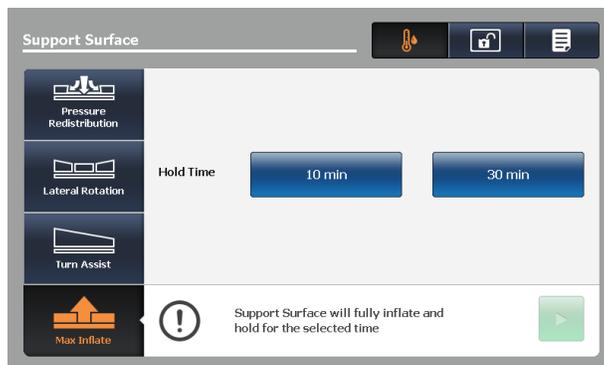

Figure 61 – Écran de gonflage maximum
1. Toucher **Max Inflate** (Gonflage maximum) (Figure 61).